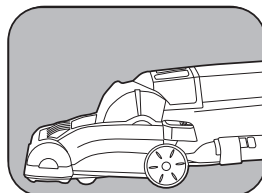

Fig. 4
3. Position de nettoyage - pour le nettoyage normal (Fig. 3) et pour le nettoyage sous des meubles (Fig. 4).